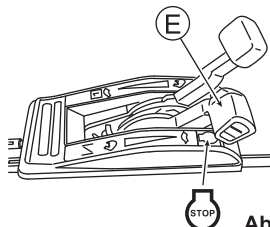

Abb. 20
6 Um die Mäharbeit zwischendurch zu unterbrechen oder zu beenden, stellen Sie den Kupplungshebel (B) und Klinglehebel (C) zurück und anschließend den Gashebel (E) auf "STOP", um den Motor abzustellen. (Siehe Abb. 20)